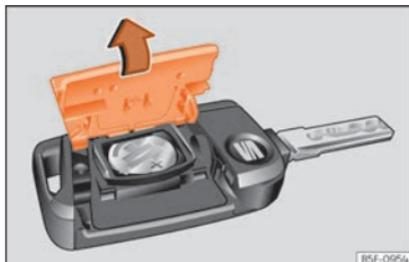

Fig. 119 Llave del vehículo: apertura de la tapa del compartimento para la pila.
- Retire la tapa en la parte trasera de la llave del vehículo »» fig. 119 en la dirección de la flecha »» ⓘ.
- Coloque la tapa tal como se muestra »» fig. 119 y presiónela en la carcasa de la llave del vehículo en sentido contrario a la flecha hasta que encastre.